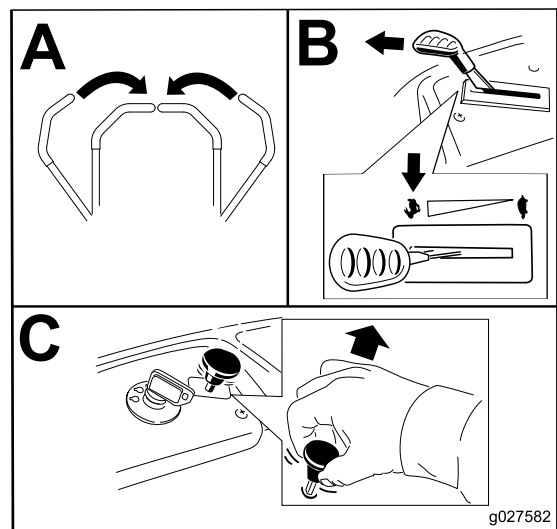

Figure 13
2. Placez la commande d'accélérateur en position haut régime (Figure 13).